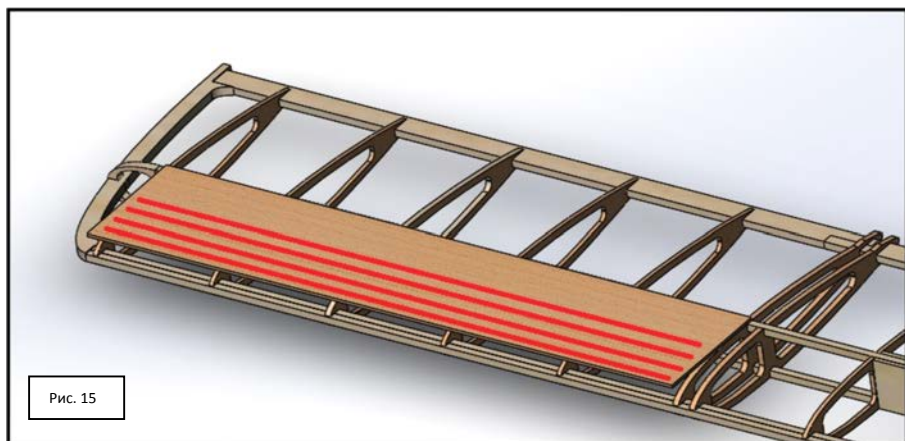

Рис. 15
**Рис. 15** поможет вам понять, что у вас нужно делать на этом этапе сборки. Буквально через 2-3 минуты бальсовая пластина согнется так как нам надо. Излишки воды уберем сухой тряпкой.